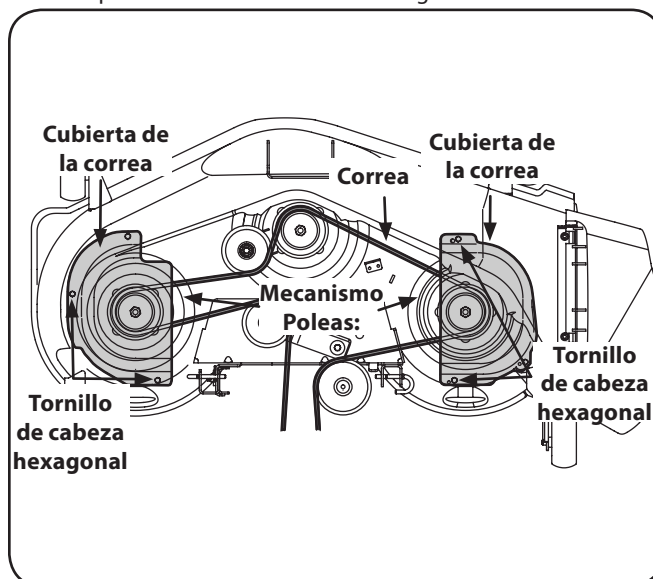

Figura 7-6
- Instale la nueva correa alrededor de las poleas del husillo tal como se muestra en la Figura 7-6 y vuelva a instalar las cubiertas de la correa.